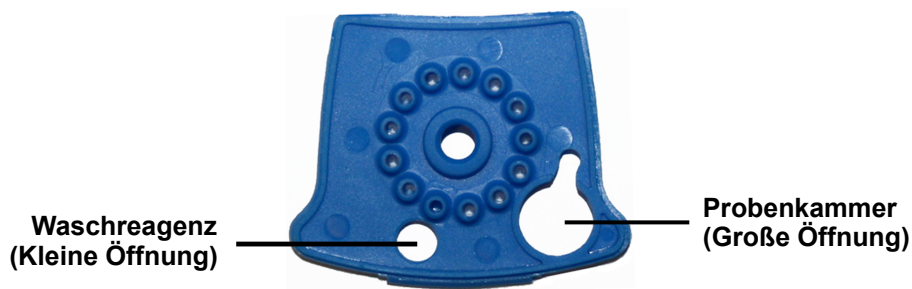

Abbildung 1. Xpert BCR-ABL Ultra p190-Kartusche (Draufsicht)
3. Die Kartusche durch Anheben des Kartuschendeckels öffnen und die Ampulle mit Waschreagenz (1) vollständig in die Waschreagenzkammer (kleine Öffnung) transferieren. Siehe Abbildung 1.
4. Die vorbereitete Probe vollständig in die Probenkammer (große Öffnung) pipettieren. Siehe Abbildung 1.